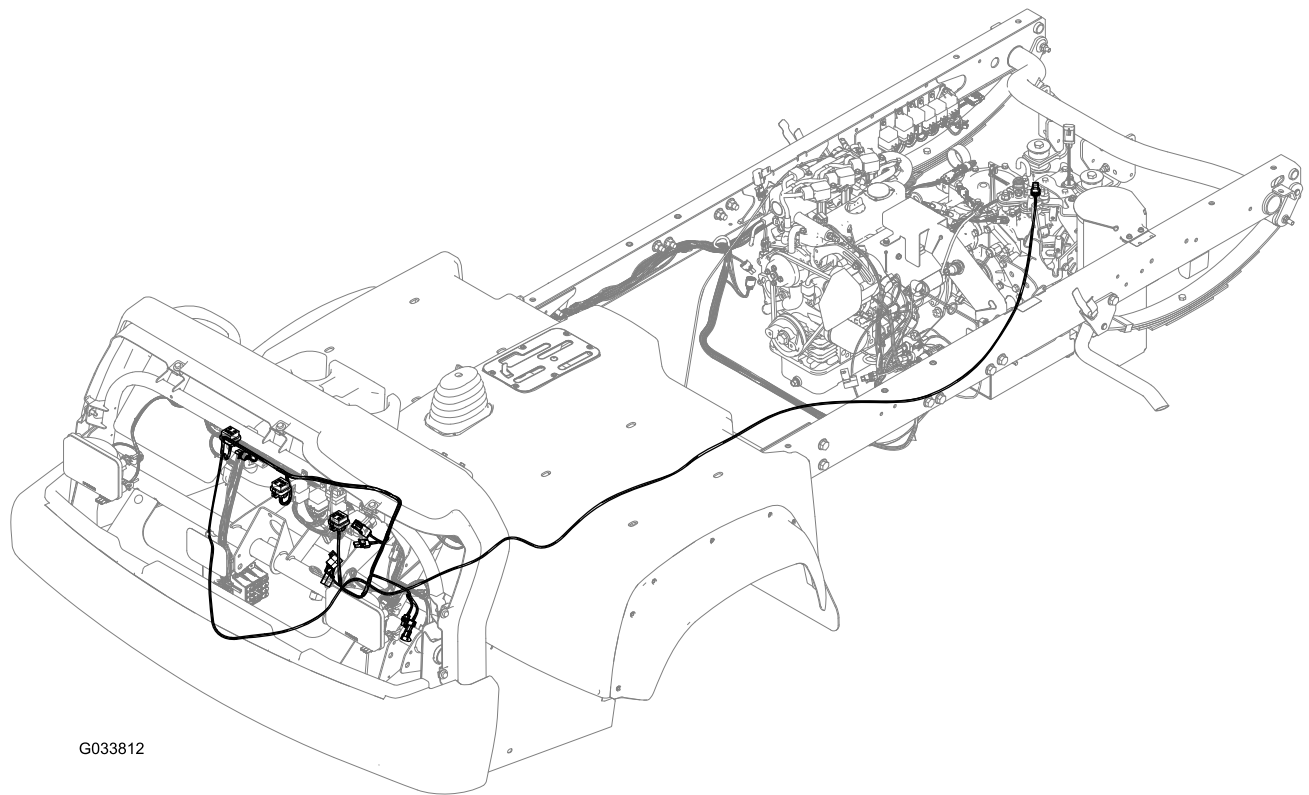

Figura 6
1. Enrute el extremo del arnés de cables con la etiqueta “interruptor de marcha atrás” entre la parte delantera del vehículo, a través de la apertura de la mampara de cables bajo la plataforma del operador, y de nuevo hacia el raíl del bastidor lateral del conductor, hasta la parte superior del conjunto de transmisión (Figura 6).
3. Enchufe el conector de freno, el conector de anulación del 4WD, y el conector del embrague en el arnés de cables nuevo (Figura 6).